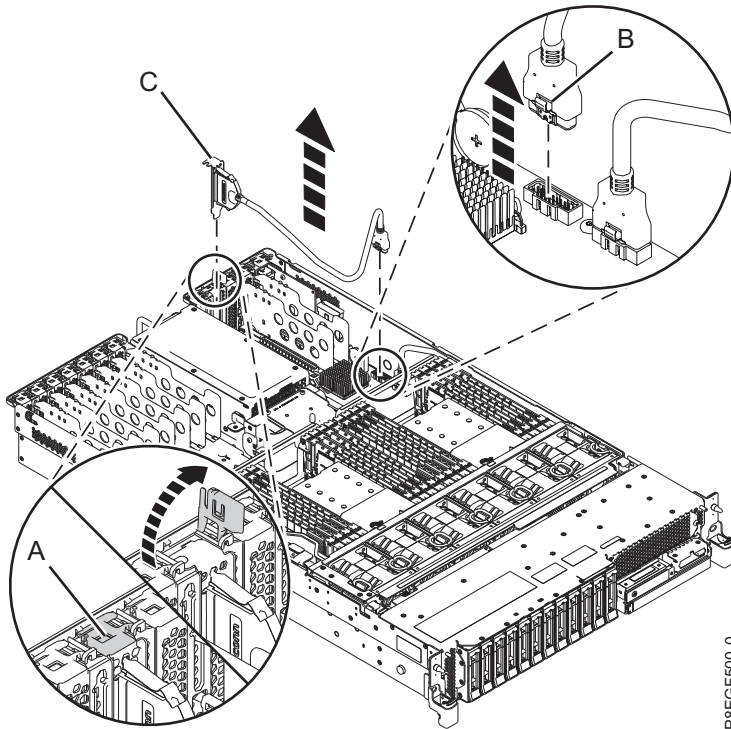

Figura 1. Extracción del cable USB posterior
2. En la parte posterior del sistema, abra el pestillo del adaptador (A) y levante el alojamiento del cable USB (C), como se muestra en la Figura 1 en la página 4.